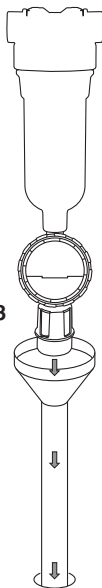

figura 3
- c. verificare che la tubazione di scarico sia stabilmente fissata a **K-MATIC** e non possa fuoriuscirne acqua durante l'operazione di pulizia del filtro: collegare all'imbuto di scarico o al portagomma posto alla base del bicchiere del filtro, un tubo di gomma telata opportunamente fissato con una fascetta e convogliarlo allo scarico (vedere figura 3 e 4). Il punto di scarico deve essere ad una altezza inferiore a quella dell'imbuto di scarico o del portagomma. La lunghezza del tubo in gomma telata non deve superare i 2 metri.